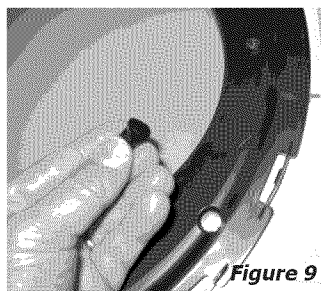

Figure 9
10 Enlevez deux (2) bouchons de l'anneau de transition et réinstallez au côté précédent de la poignée. (Figures 9 et 10)